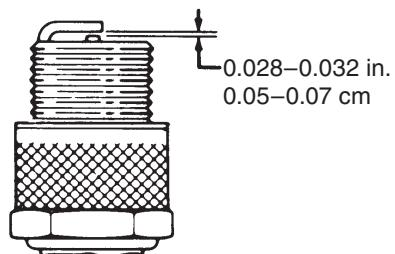

図32
3. エア・ギャップの推奨値は0.5~0.7 mmです(図32)。